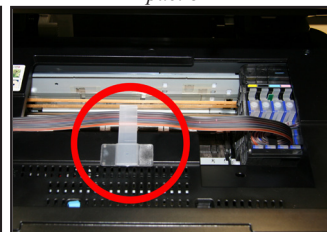

рис. 10
7. Установите Т-образный держатель посередине принтера и закрепите в него чернильный шлейф (рис. 10). Для корректной работы принтера шлейф не должен быть перекручен.